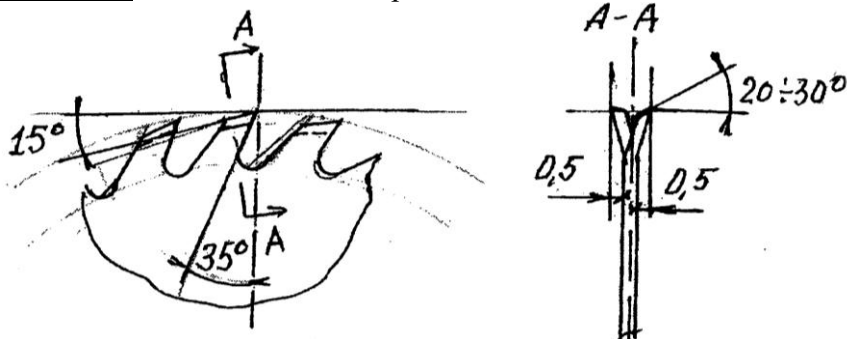
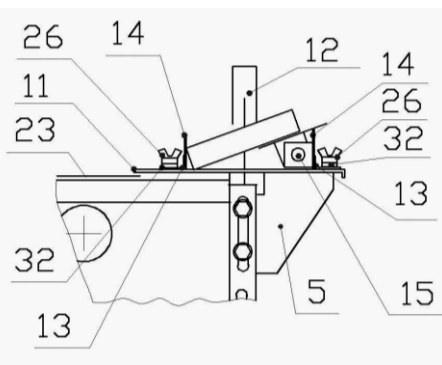

Рис. 7А
Рис. 9
Для регулировки размера пиления и строгания имеется направляющая линейка (14) с регулировочными уголками (13) с, устанавливаемые на столы (4) и (11). Угловая линейка (15 на рис.9) и пильная каретка служат для пиления и строгания под углом.
Внимание!: Пила должна быть разведена и заточена - см. Рис.7А;
- **Рис.7, 8, 9:** Установить на пильный стол (11) разделительный нож с защитным козырьком (12) в соответствии с диаметром пильного диска;
- Установить на станок кронштейны пильного стола (5);
- Установить пильный стол (11) на кронштейны пильного стола (5) прорезью на пильный диск (28) и закрепить его. При необходимости отрегулировать положение разделительного ножа с козырьком (12) точно сзади в плоскости пильного диска перемещением по столу, или меняя шайбы пилы (29) местами (шайбы разной толщины – 3 мм и 4 мм);
- Установить регулировочные уголки (13) и направляющую линейку (14) на нужный размер пиления, подложив под зажимные барашки (26) шайбы (32). При необходимости установить угловую линейку (п.15 на Рис.9);
- Закрепить винтом защиту вала (23) и контровочный винт (17).